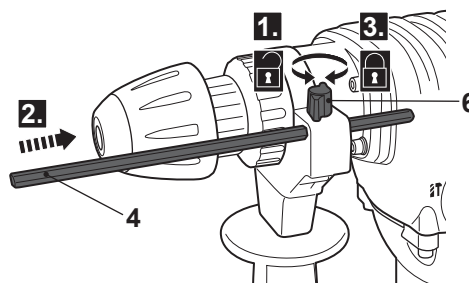

Fig. 2
- > Gire a porca de orelhas (6) para a esquerda até que pueda introducir o limitador de profundidade.
- > Coloque o limitador de profundidade no orifício tal como se mostra (Fig. 2).
- > Alinhe a ponta do limitador de profundidade (4) com a ponta da broca. A seguir, recue o limitador de profundidade até à profundidade de perfuração desejada.
- > Gire a porca de orelhas (6) para a direita para fixar o limitador de profundidade na posição.